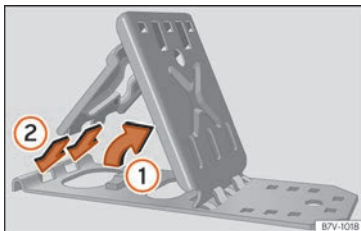

Fig. 103 Aprire i cunei pieghevoli.
- Sollevare la piastra di appoggio »» fig. 103 ①.
- Introdurre le due "linguette" della piastra di fissaggio nei fori allungati della piastra di appoggio ②.